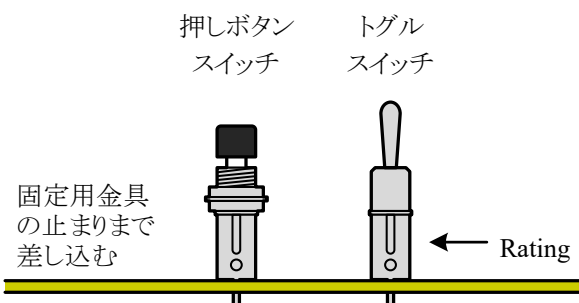

図8 スイッチの向きと取付け方
- ④ 押しボタンスイッチ (SW1), トグルスイッチ (SW2) は、図8のように Rating (定格) の表示が右側になる向きに、固定用金具の止まりまでプリント基板に差し込み取り付ける。なお、押しボタンスイッチのナットとワッシャは、外さなくてよい。